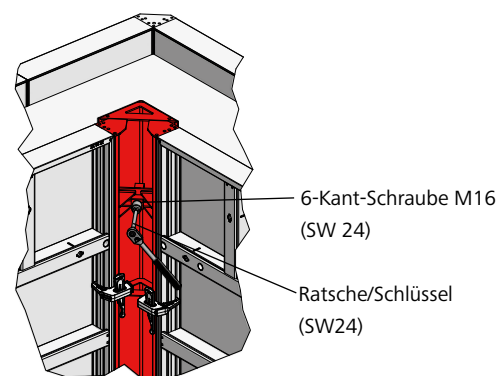

Abb. 30.4
1. Lösen aller 6-Kant-Schrauben mit Ratsche/Schlüssel (SW 24) (Abb. 30.4).